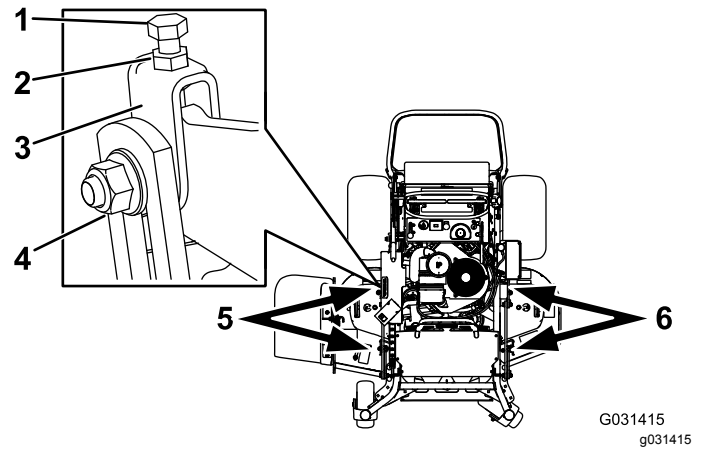

Bild 85
1. Lockern Sie die seitliche Mutter und Klemmmutter in den Jochs, die Sie einstellen möchten (**Bild 85**).
2. Drehen Sie die obere Schraube der Jochs, um die Höhe des Mähwerks einzustellen (**Bild 85**).